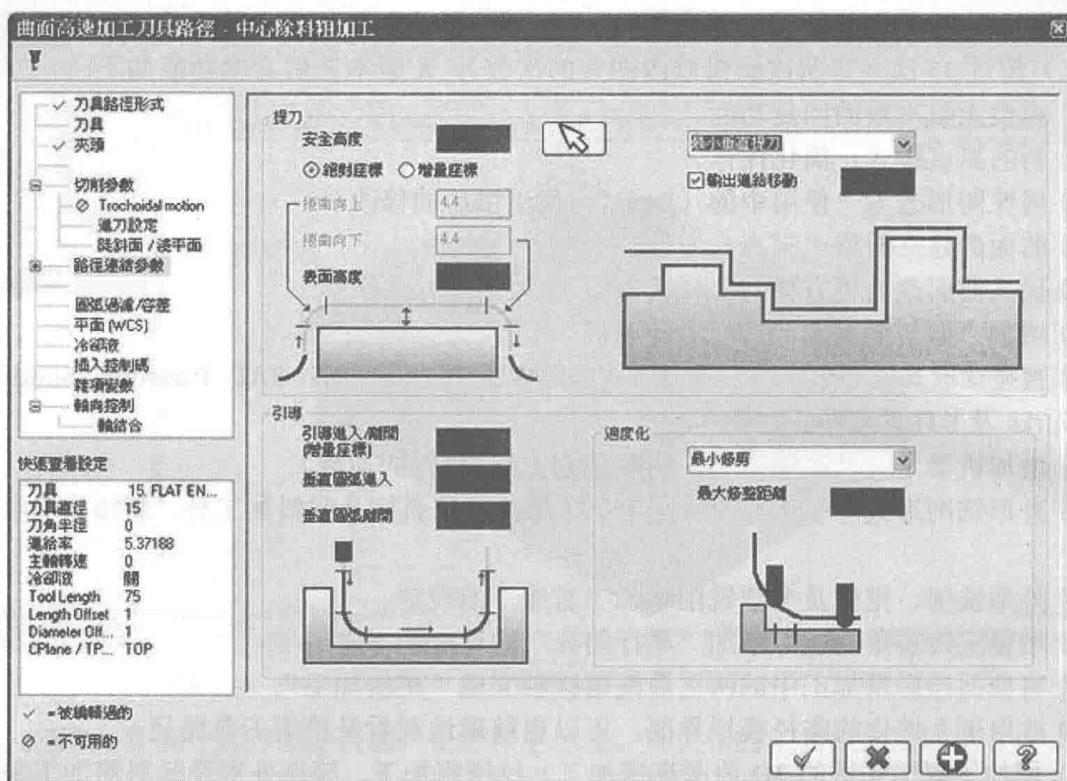

图 1-8 刀具位移和路径
② 在曲面高速加工的刀具路径中，采用了更为节省的刀具位移和路径，如图 1-8 所示。